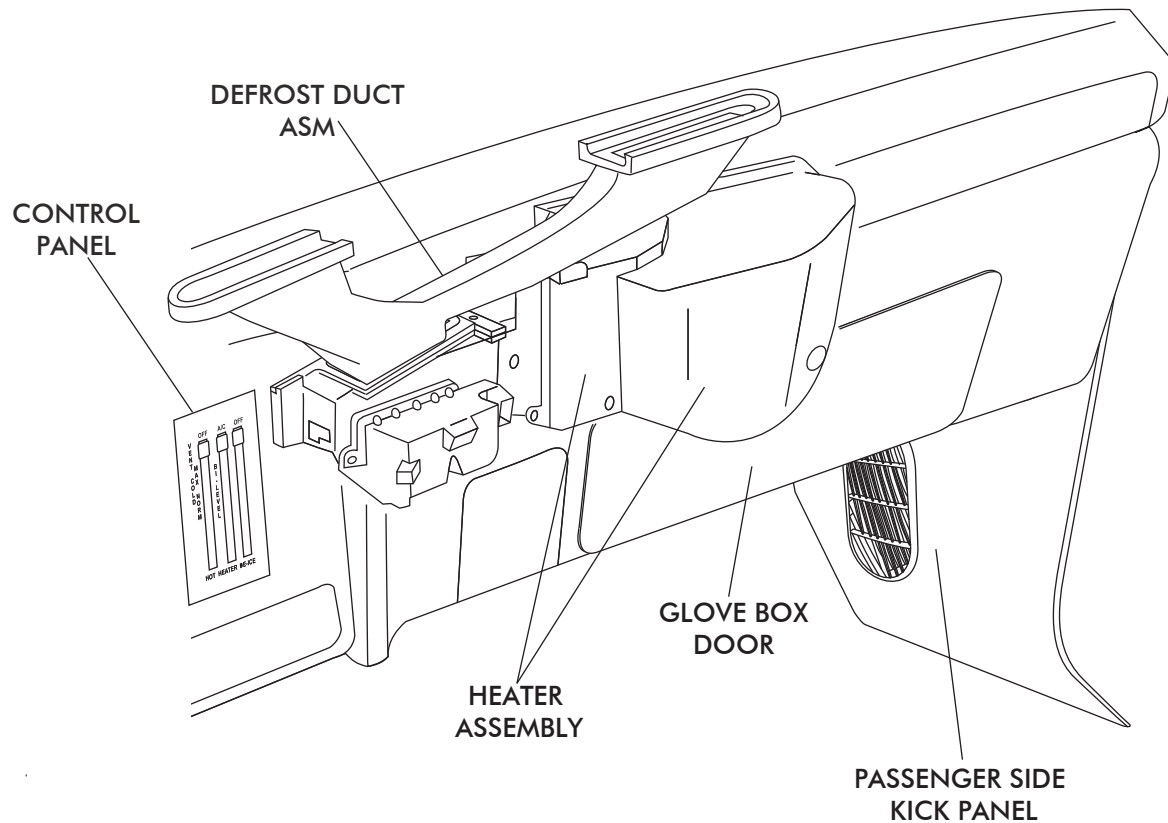

FIGURE 2
- ☐ GLOVE BOX DOOR (RETAIN). SEE FIGURE 2.
- ☐ HEATER ASSEMBLY (DISCARD). RETAIN SCREWS. SEE FIGURE 2.